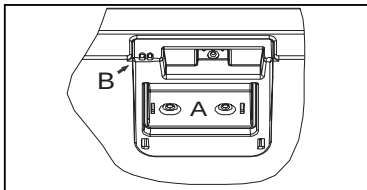

Abbildung 6.
7.2. Innenbeleuchtung (Abb. 6.)
2. Setzen Sie anschließend das Türsignal zurück, indem Sie die Fernbedienung auf den Türsensor richten (Abb. 6 B) und die Taste drücken.